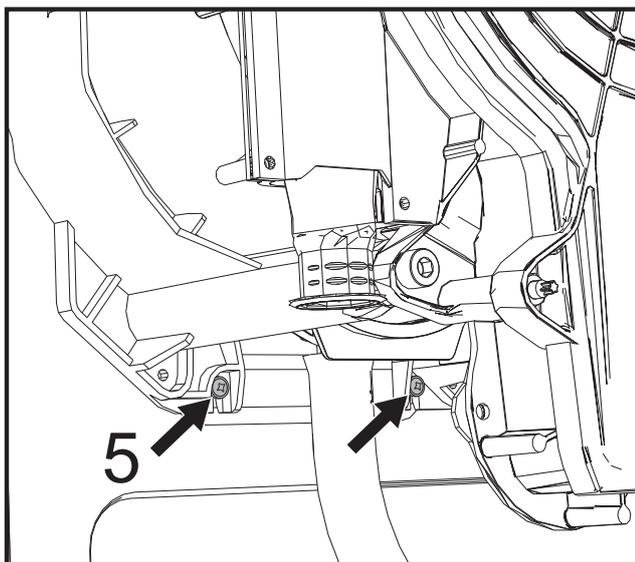

рис. 49
- Снимите 2 **нижних винта 5** крепления теплообменника к раме (рис. 49).